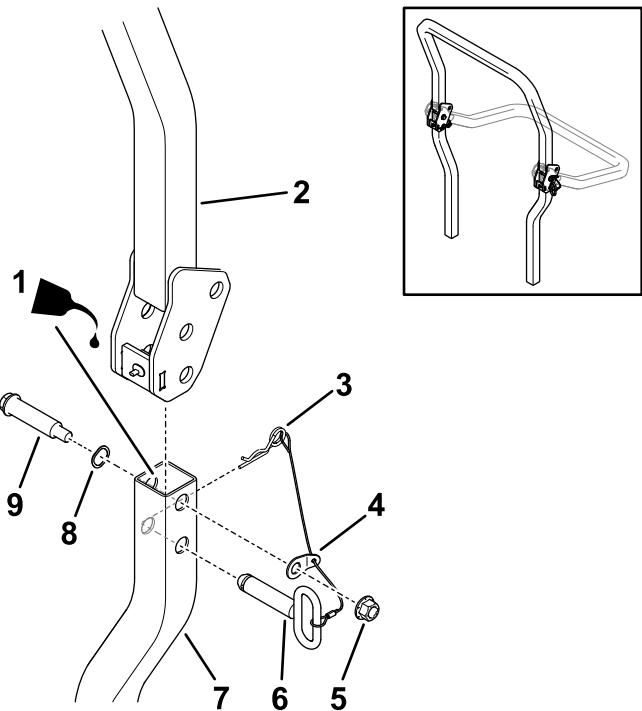

Рисунок 12
5. Слегка смажьте маслом внутренние поверхности труб нижней защитной дуги (Рисунок 12).
6. Нежестко прикрепите верхнюю защитную дугу к нижней защитной дуге, используя 2 болта с буртиком, 2 волнистые шайбы, 2 стопорные лепестковые шайбы, прикрепленные к стропам, и 2 контргайки ($\frac{1}{2}$ дюйма), как показано на Рисунок 12.
8. Поднимите верхнюю защитную дугу в вертикальное положение, установите фиксаторы (овальные ручки должны находиться снаружи машины) и закрепите игольчатыми шплинтами на каждой стороне (Рисунок 12).